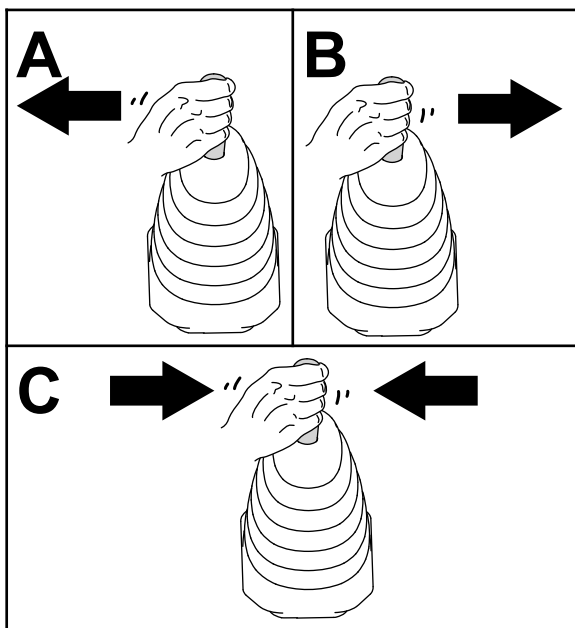

図 53
4. ローダ用ジョイスティックを左右に動かし、次に後ろに動かし、そのあとニュートラルに戻すこれで油圧カプラに掛かっている圧力が解放される 図 53。